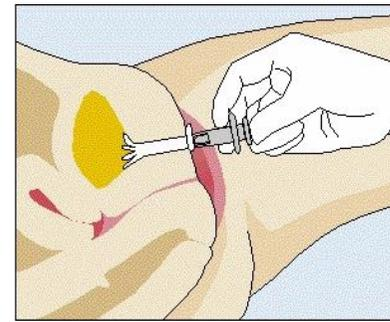

Abbildung 3
5. Drücken Sie nun - wie in nachfolgender Abbildung 3 dargestellt - den Puscher zügig durch, bis sich der Katheter vom grauen Einführinstrument löst.